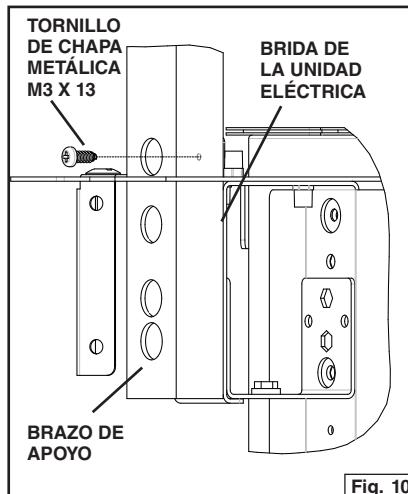

Fig. 10
2. Fije el brazo a la brida de la unidad eléctrica con (1) tornillo de chapa metálica M3 x 13 mm. Fig. 10.